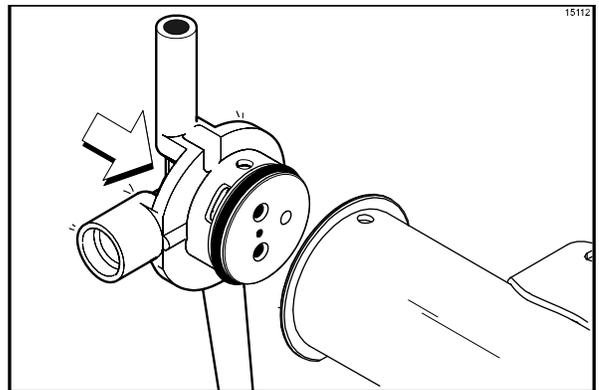

Figura 150
8. Inserte el conjunto de entrada de mezcla en el cilindro de la bomba. (Vea la figura 150).